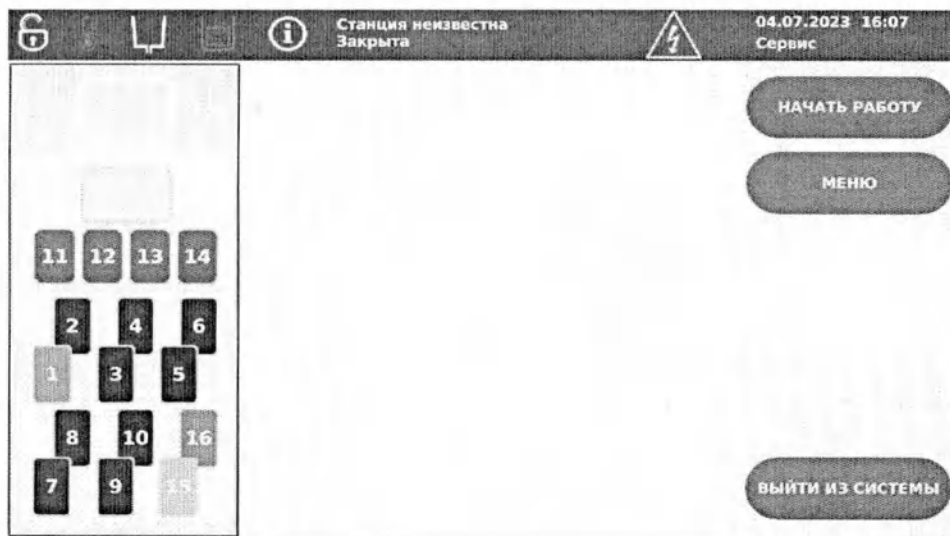

Рисунок 3.26 – Область мониторинга проводки
3.3.17 Область мониторинга проводки (Рисунок 3.26) – элемент графического интерфейса Пользователя, предназначенный для контроля за ходом выполнения процесса проводки по станциям.